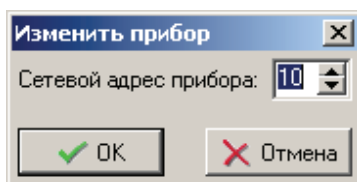

Рисунок 3.68
- кнопка **Изменить** служит для изменения параметров прибора, уже присутствующего в списке и для вызова всплывающего окна **Изменить прибор** (см. рисунок 3.68);